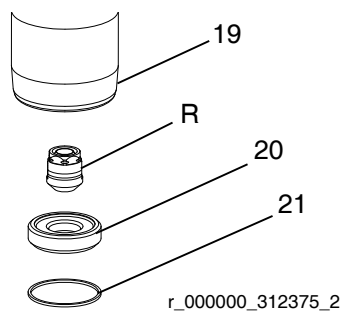

FIG. 10
11. Utilize um colector de junta circular para remover o vedante (21) do corpo da válvula de entrada (19). Descarte o vedante; utilize um novo para a remontagem. Consulte FIG. 10.
12. Puxe o bloco de entrada (20) fora do fundo da estrutura da válvula de entrada (19). Tenha cuidado para não deixar cair o conjunto da válvula de entrada (R) uma vez que é fornecida gratuitamente e deve usá-la posteriormente.